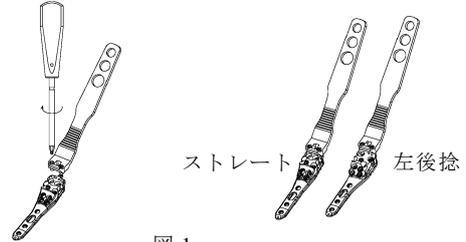

図 1
- 1) プレートの近位部にガイドブロックを装着し，MIS ガイドブロックハンドルを六角 2.5 ドライバーを用いて固定ネジで固定します。（図 1）